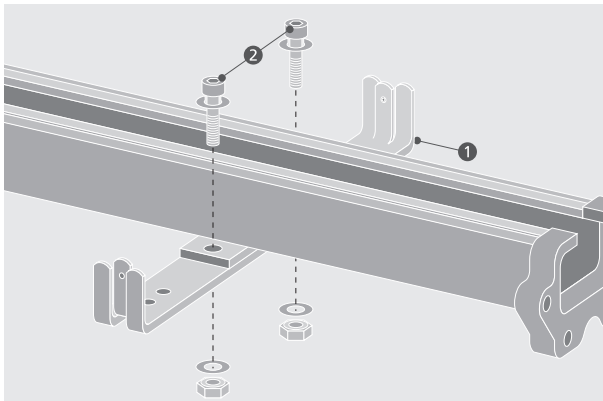

Abbildung 5.8.1
- Sofern noch nicht vorhanden: Querstreben (1) montieren. Dafür Lochbilder zur Deckung bringen, Zylinderschrauben (2) einstecken und selbstsichernde Muttern festdrehen. Unterlegscheiben verwenden. Anzugsdrehmoment 21 Nm. (Abb. 5.8.1)